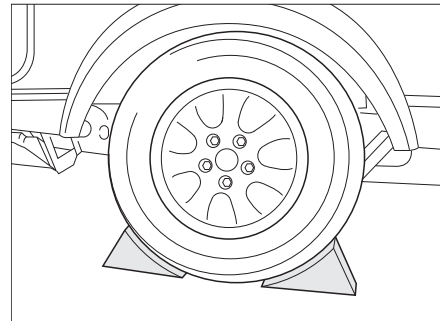

Bild 160 Fahrzeug sichern
- Bremsklötze oder ähnliche geeignete Gegenstände am gegenüberliegenden Rad unterlegen, um das Fahrzeug zu sichern (Bild 160).